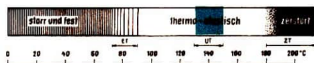
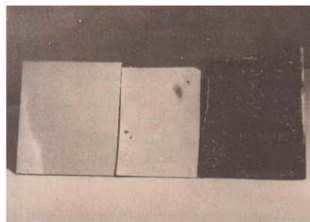

Bild 9 Festigkeit von PVC-hart in Abhängigkeit von der Temperatur
Bild 10 Verbranntes PVC-hart (Mitte und rechts)
besten bei 130 °C bis 150 °C Umformungs-temperatur (UT) umformen (Bild 9). Die Umformung bleibt nach der Abkühlung erhalten, auch bei geringer Erwärmung. Bei Temperaturen von 180 °C und darüber verbrennt PVC-hart, das Gefüge wird zerstört (ZT). Verbrennungen am Werkstoff erkennt man an der schwarzen Farbe und den Blasen an der Oberfläche (Bild 10).